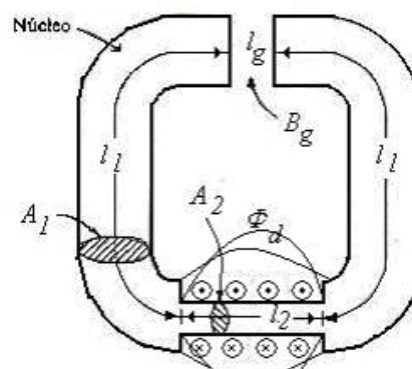
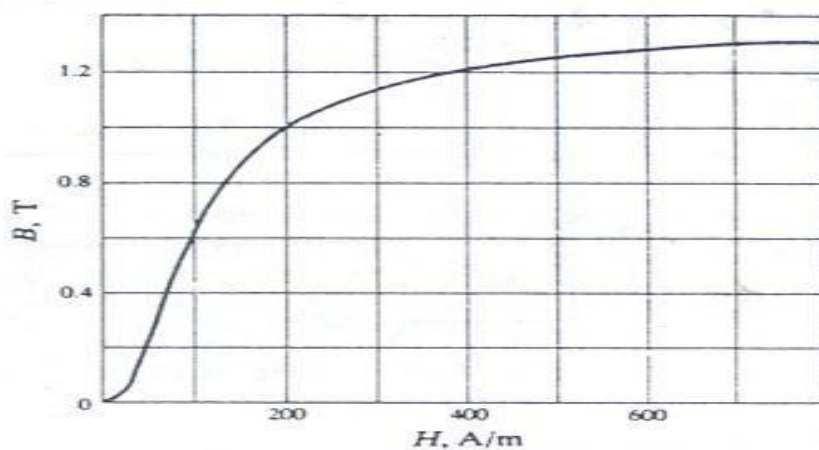

Fig. 10
Fig. 11
10.-Un circuito magnético compuesto en el que varía la sección transversal se muestra en la Fig.10; la porción de hierro tiene las características B-H de la Fig. 11. Datos $N = 100$ vueltas; $l_1 = 4l_2 = 40$ cm; $A_1 = 2 A_2 = 10$ cm²; $l_g = 2$ mm; flujo de dispersión $\phi_1 = 0,01$ mWb. Calcúlese la corriente I necesaria para establecer una densidad de flujo en el entrehierro de 0,6 T.-